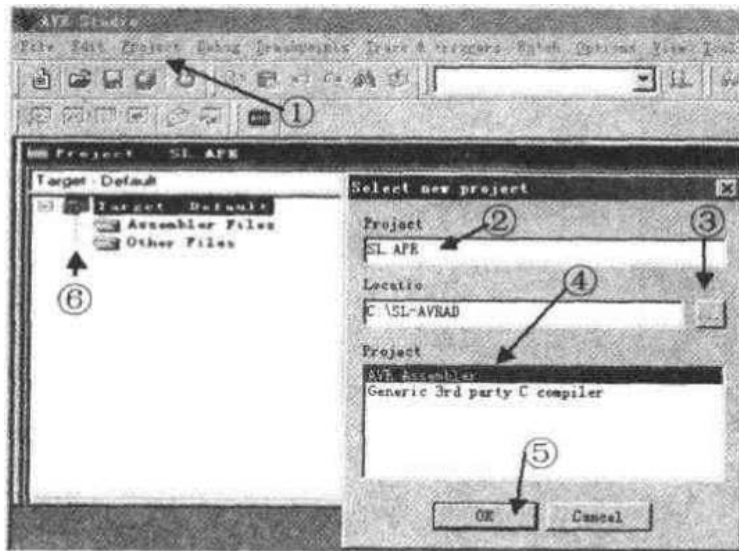

图 3.10 新建汇编文件名
① File→New text file→出现新建文件窗口 Create new file; ② 输入汇编文件名,例 SL.ASM; ③ 选择存放路径; ④ 按 OK 键,即源文件添加到工程项目中,并出现新的源文件编辑窗口,可编辑新的源程序,见图 3.10。